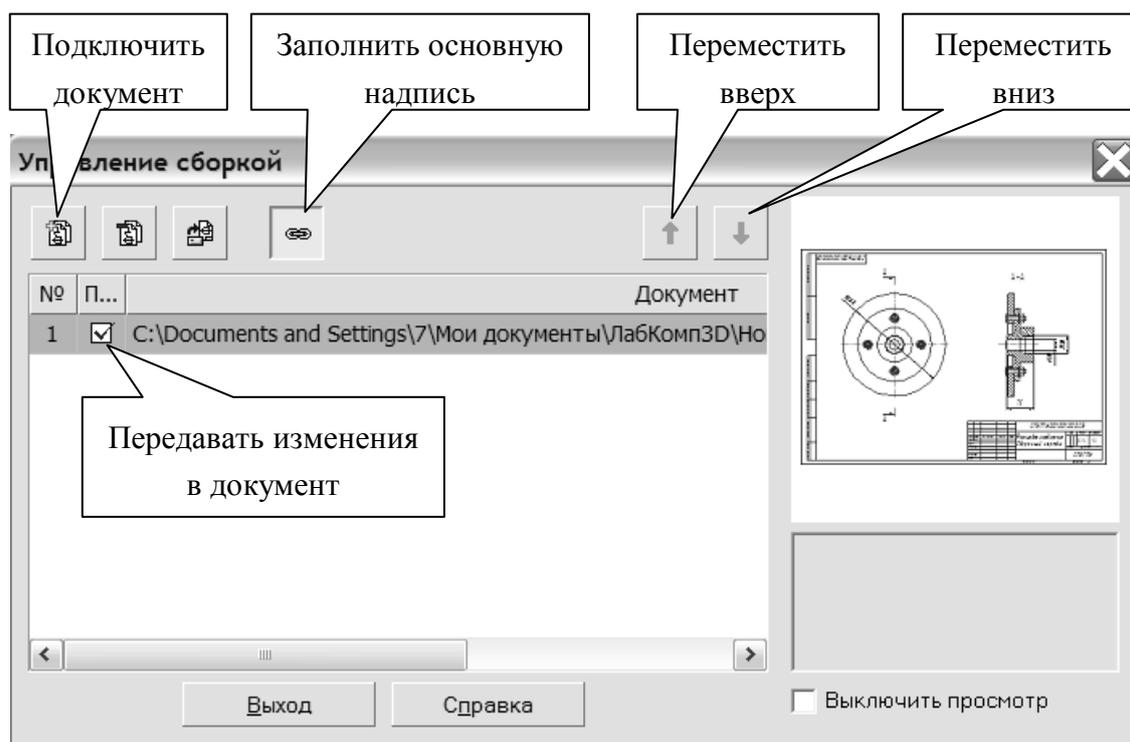

Рис. 13.5. Вид панели *Управление сборкой*
3. В появившемся диалоге *Управление сборкой* (рис. 13.5) нажмите кнопку  **Подключить документ**.
6. Передача обозначения и наименования изделия возможна в двух направлениях: из подключенного документа в спецификацию и из спецификации в подключенные документы. Чтобы изменения из спецификации передавались в подключенный документ, включите флажок в колонке *Передавать изменения в документ* (см. рис. 13.5).
7. Если требуется передавать обозначение и наименование изделия из подключенного документа в основную надпись спецификации, нажмите кнопку  *Заполнить основную надпись* (см. рис. 13.5). Причем, в основную надпись спецификации передаются данные из того документа, который расположен первым в списке подключенных. Используйте кнопки *Переместить вверх* и *Переместить вниз* для изменения порядка следования документов.